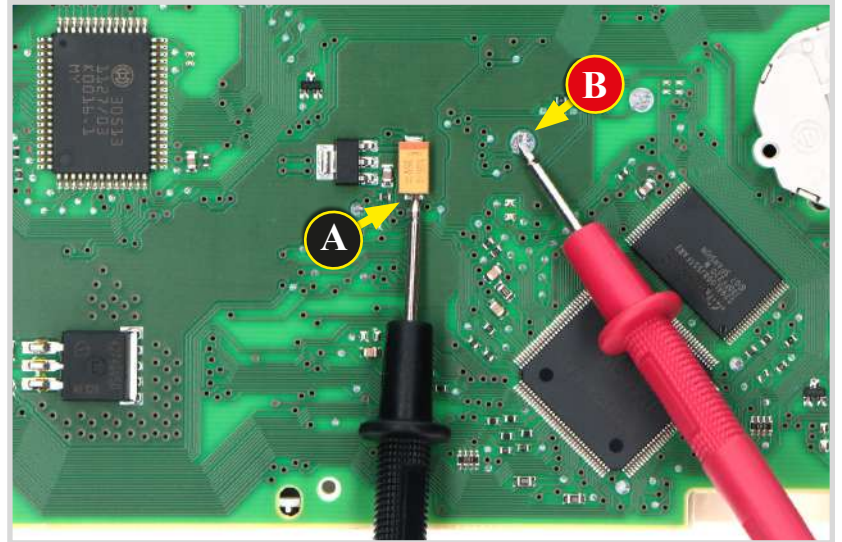

Figura 1
- Dopo aver sostituito il display, alimentare il contachilometri con il nostro CONNETTORE SEP-PA011 e controllare la tensione tra i punti A e B, come in figura 1.
Una volta concluse queste operazioni, risaldare la EEPROM sul PCB, alimentare il contachilometri e ricontrollare la tensione presente tra i punti A e B (vedi figura 1).